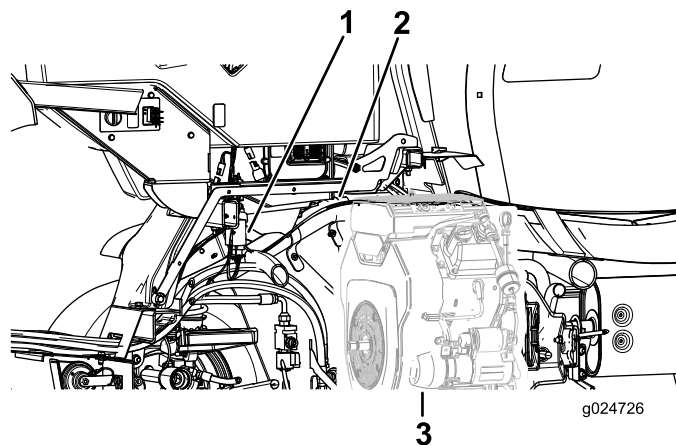

Figura 35
1. Encaminhe a cablagem das luzes traseiras do módulo de luz intermitente para trás ao longo do tubo da estrutura direita entre o tubo da estrutura e o motor (Figura 35).